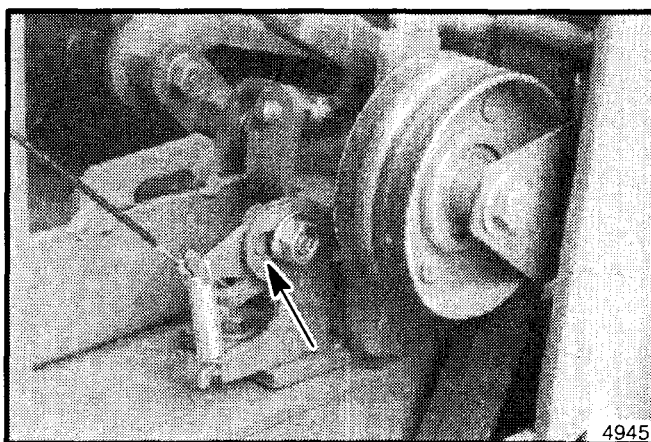

Figura 27. Gancho del Ensamble Intermedio
- Suelte los herrajes asegurando el gancho (vea la figura 27). Deslice el gancho en la ranura de manera que éste agarre el ensamble intermedio del enrollador cuando el control del embrague esté desenganchado. Cuando únicamente el embrague de propulsión esté desenganchado, el gancho debe sostener atrás el ensamble intermedio del enrollador lo suficientemente lejos como para que las correas del enrollador no se enganchen. Apriete de nuevo los herrajes de montaje del gancho.